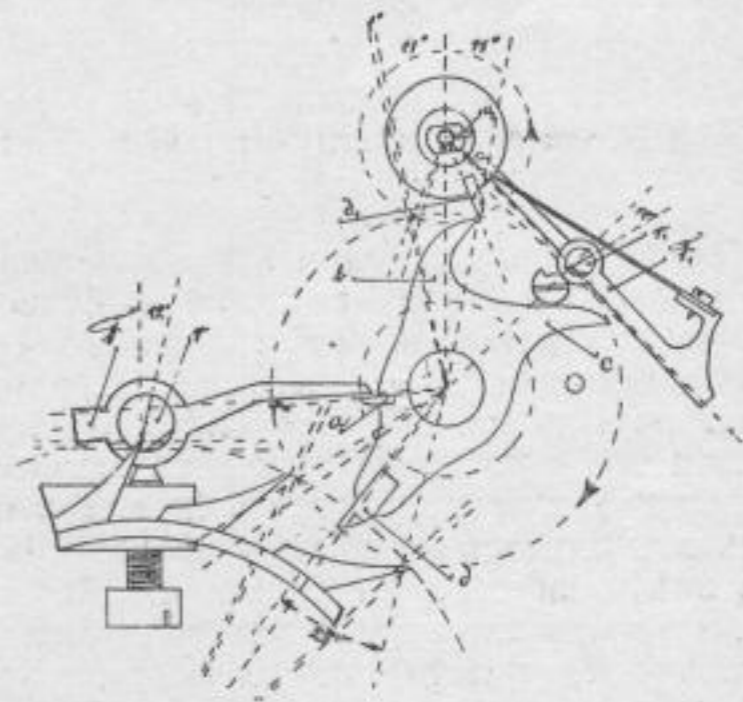

Fig. 2.
in der Richtung des Pfeils angespannt. Der Auslösestein (a) hat bereits die Feder (F) um so viel gehoben, dass der Rubestein (rl) den Hebel (c), somit den Stern freigegeben hat. Mit seinem Hebel (b) ist er bereits auf den Impulsstein (dl) aufgefallen, erteilt demselben und somit der Unruh den Impuls (40 Grad), fällt dann mit etwa 2 Grad ab (Fig. 2), löst mit dem Auslösestein (a) die Feder (F) aus, das Gangrad wird frei, fällt mit einem Zahn auf den Impulsstein (d) (Fig. 3) und bringt den Stern in seine Ruhelage (Fig. 4) zurück. Bei der Rückschwingung gleitet der Auslösestein (a) leicht über die Goldfeder und dann wiederholt sich das Spiel.